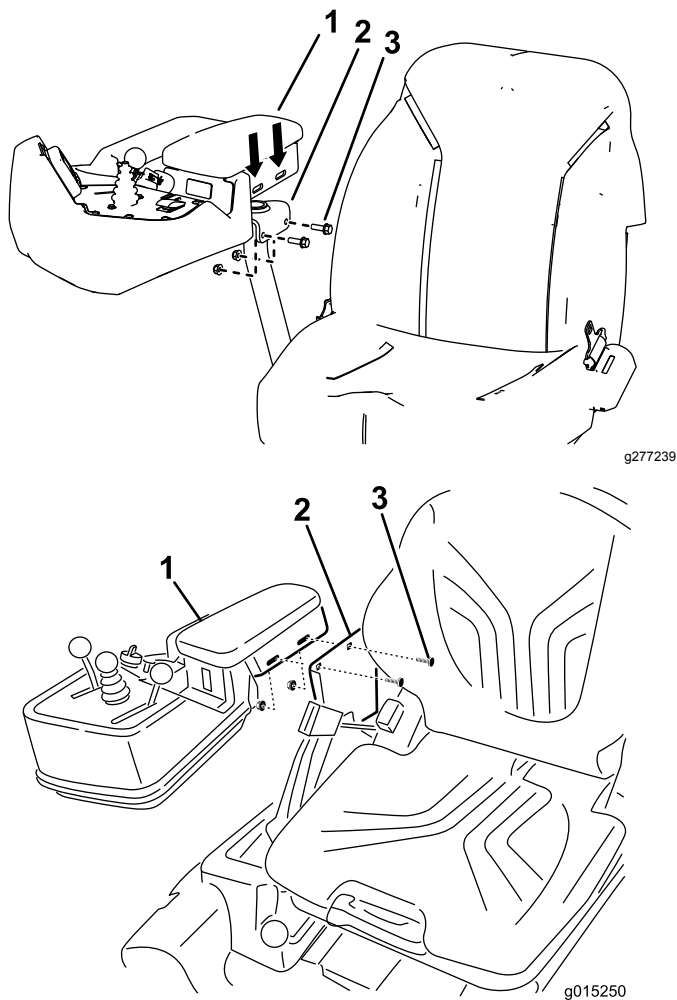

Bild 8
6. Befestigen Sie die Armlehne mit den zwei vorher entfernten Flanschschrauben und Bundmuttern am Sitz (Bild 8).
Hinweis: Wenn Sie eine zusätzliche Anpassung der Armlehne benötigen, lösen Sie die Befestigungselemente, mit der die Armlehne befestigt ist und verschieben Sie die Position (**Bild 8**).